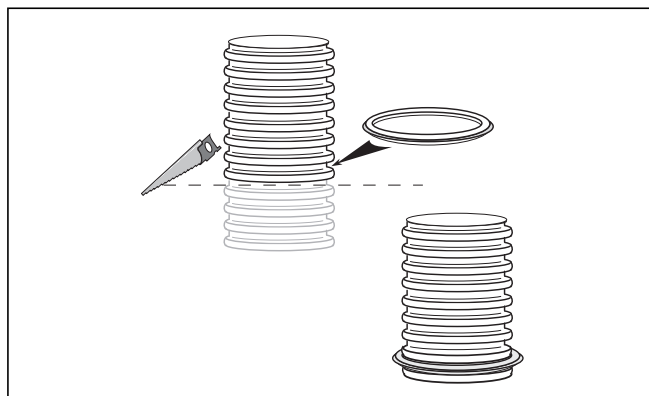

Fig. 5.34 Scurtarea conductei flexibile pentru gaze arse și montarea garniturii de etanșare
Prima dată doar aproximați lungimea totală. Adăosul de siguranță în cazul căminului drept: cel puțin 50 cm, în cazul căminului înclinat: cel puțin mindstens 70 cm pe înclinație. Doar atunci scurtați conducta flexibilă pentru gaze arse (vezi fig. 5.34), când îl fixați la gura căminului.
- Montați pe urmă garnitura de etanșare în canelura inferioară nedeteriorată a conductei pentru gaze arse (vezi Fig. 5.34).